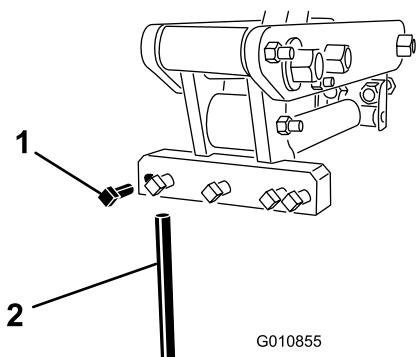

Figura 24
3. Allentate le caviglie e rimuovete le fustelle usate in precedenza (Figura 24).